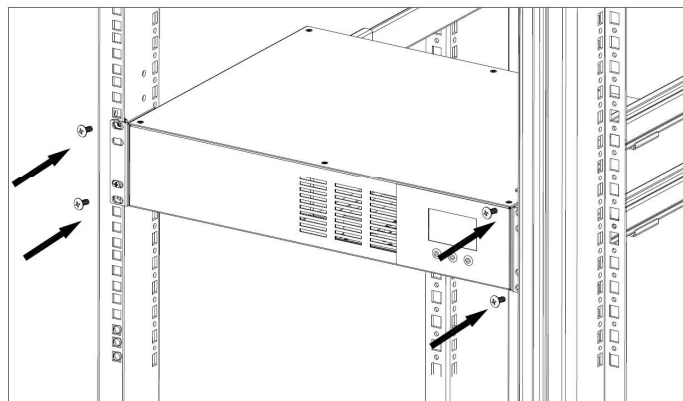

Figure 4
1. Installez l'onduleur dans le rack et fixez-le avec les quatre vis de fixation fournies. Prévoyez deux personnes ou plus pour l'installation, car l'onduleur est extrêmement lourd. Ne pas déplacer le rack une fois les unités installées. La répartition du poids pourrait le rendre instable. (FIG. 4)